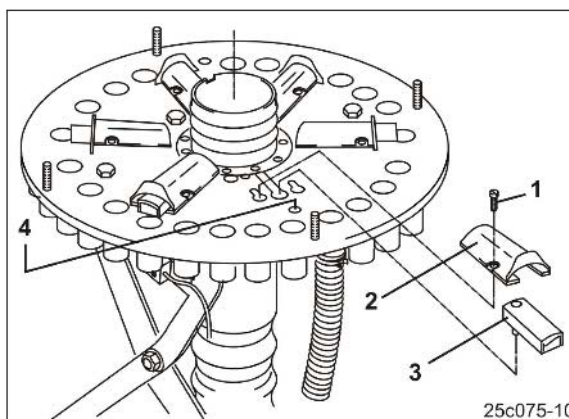

Рис. 123
В случае ненужности заслонки (Рис. 123/2) деактивируйте. Деактивированные заслонки не закрывают подводящие линии к сошникам техколеи.
5. Открутите болты (Рис. 123/1) lösen.
6. Удалите туннель заслонки (Рис. 123/2) entfernen.
7. Заслонка (Рис. 123/3) установлена, как изображено, в направляющей.
8. Поверните заслонку (Рис. 123/3) и вставьте в отверстие (Рис. 123/4).
9. Прикрутите шахту для заслонок (Рис. 123/2) на монтажной пластине.